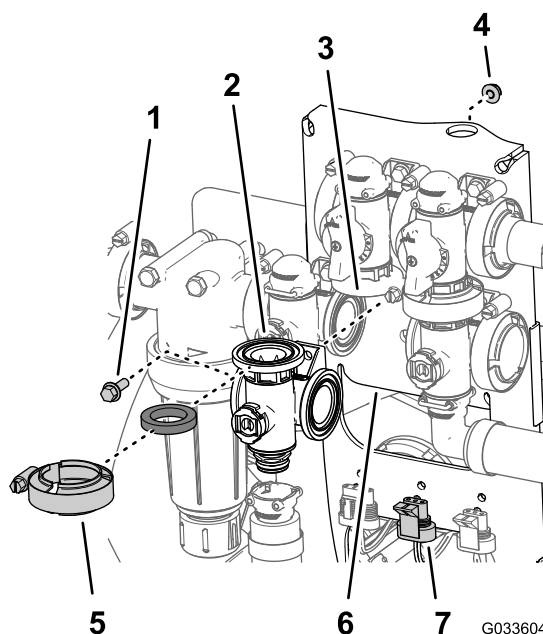

図 124
1. 攪拌バイパスバルブのフランジ、ガスケット、攪拌バイパスバルブのフランジを、整列させる 図 124。
- 攪拌バルブをバルブマウントに組み付ける; フランジヘッドボルトとフランジロックナット 図 124 はステップ 3 攪拌マニホールドバルブの取り外し (ページ 75) で取り外したものを使用し、ボルトとナットを 10-12 N·m 1.0-1.2 kg/cm² = 90-110 in-lb にトルク締めする。